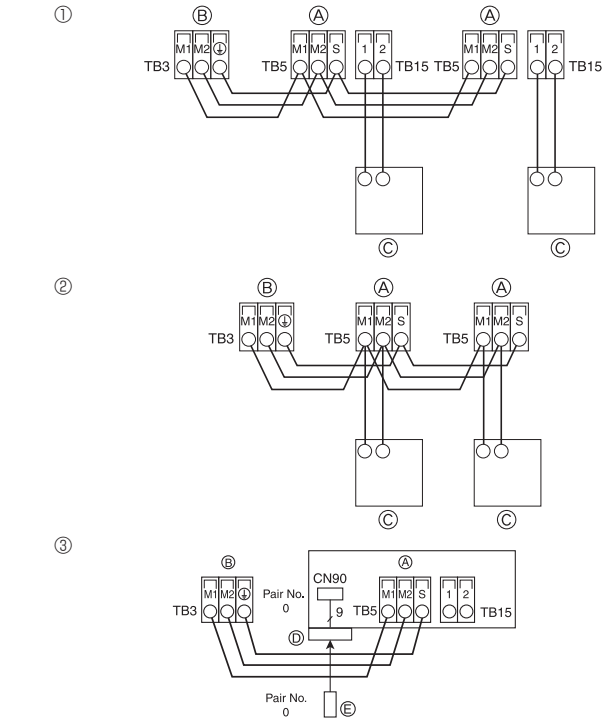

Fig. 4-8
4.4. Conectar los cables de transmisión del mando a distancia y de las unidades interior y exterior (Fig. 4-8)
- ① Mando a distancia MA
- ② Mando a distancia M-NET